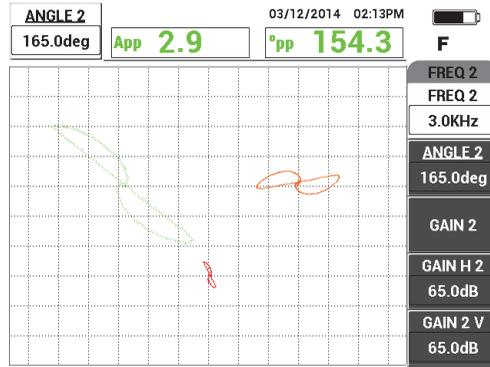

Figure 5-140 Réglage de l'angle pour la fréquence 2
- Appuyez deux fois sur la touche ANGLE () , et puis réglez l'angle du signal de fréquence 2 (rouge) jusqu'à ce que le signal du trou soit orienté presque verticalement (voir la Figure 5-140 à la page 242).